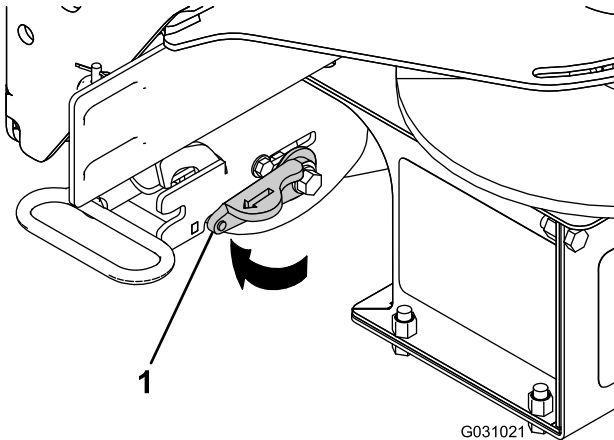

Figure 24
- Tournez le levier de verrouillage sur l'accouplement RT3 à la position de DÉVERROUILLAGE (Figure 24).